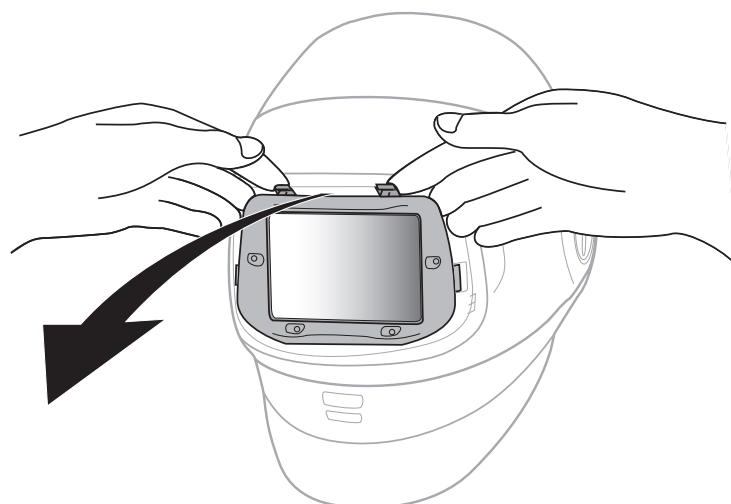

Fig. 21b
- Il y a deux petites languettes situées dans le haut du filtre à lentille photosensible. Abaisser les languettes et tirer sur le filtre à lentille photosensible pour le retirer du masque de soudeur (Fig. 21b).